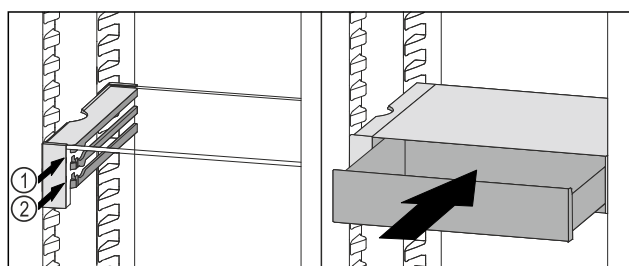

Fig. 111
- ▶ Поставете чекмеджето на VarioSafe зад ограничителите върху желаното ребро Fig. 111 (1) или Fig. 111 (2).